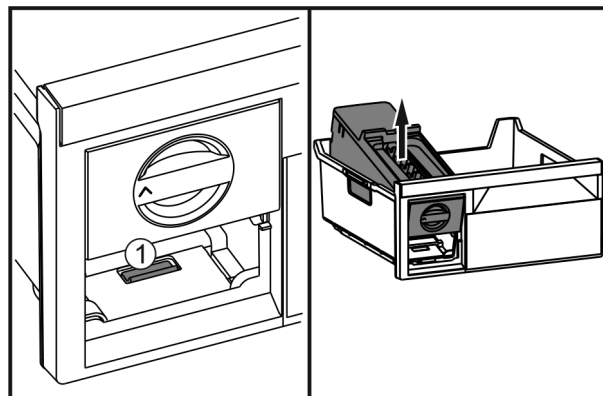

Fig. 39
- ▶ Apăsăți eclisa Fig. 39 (1) EasyTwist-Ice, ridicați-o din spate și scoateți-o din sertarul de congelare.